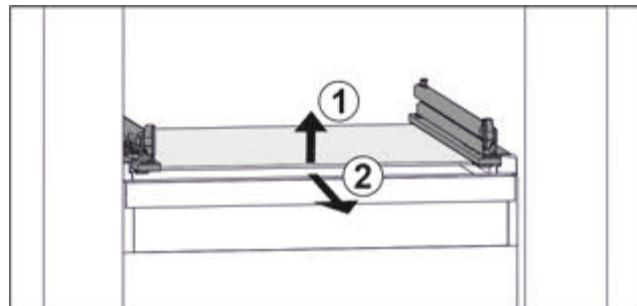

Fig. 88 Приближене відображення скляної пластиини
- Підняти скляну пластину спереду. Fig. 88 (1)
- Вийняти скляну пластину рухом вперед. Fig. 88 (2)